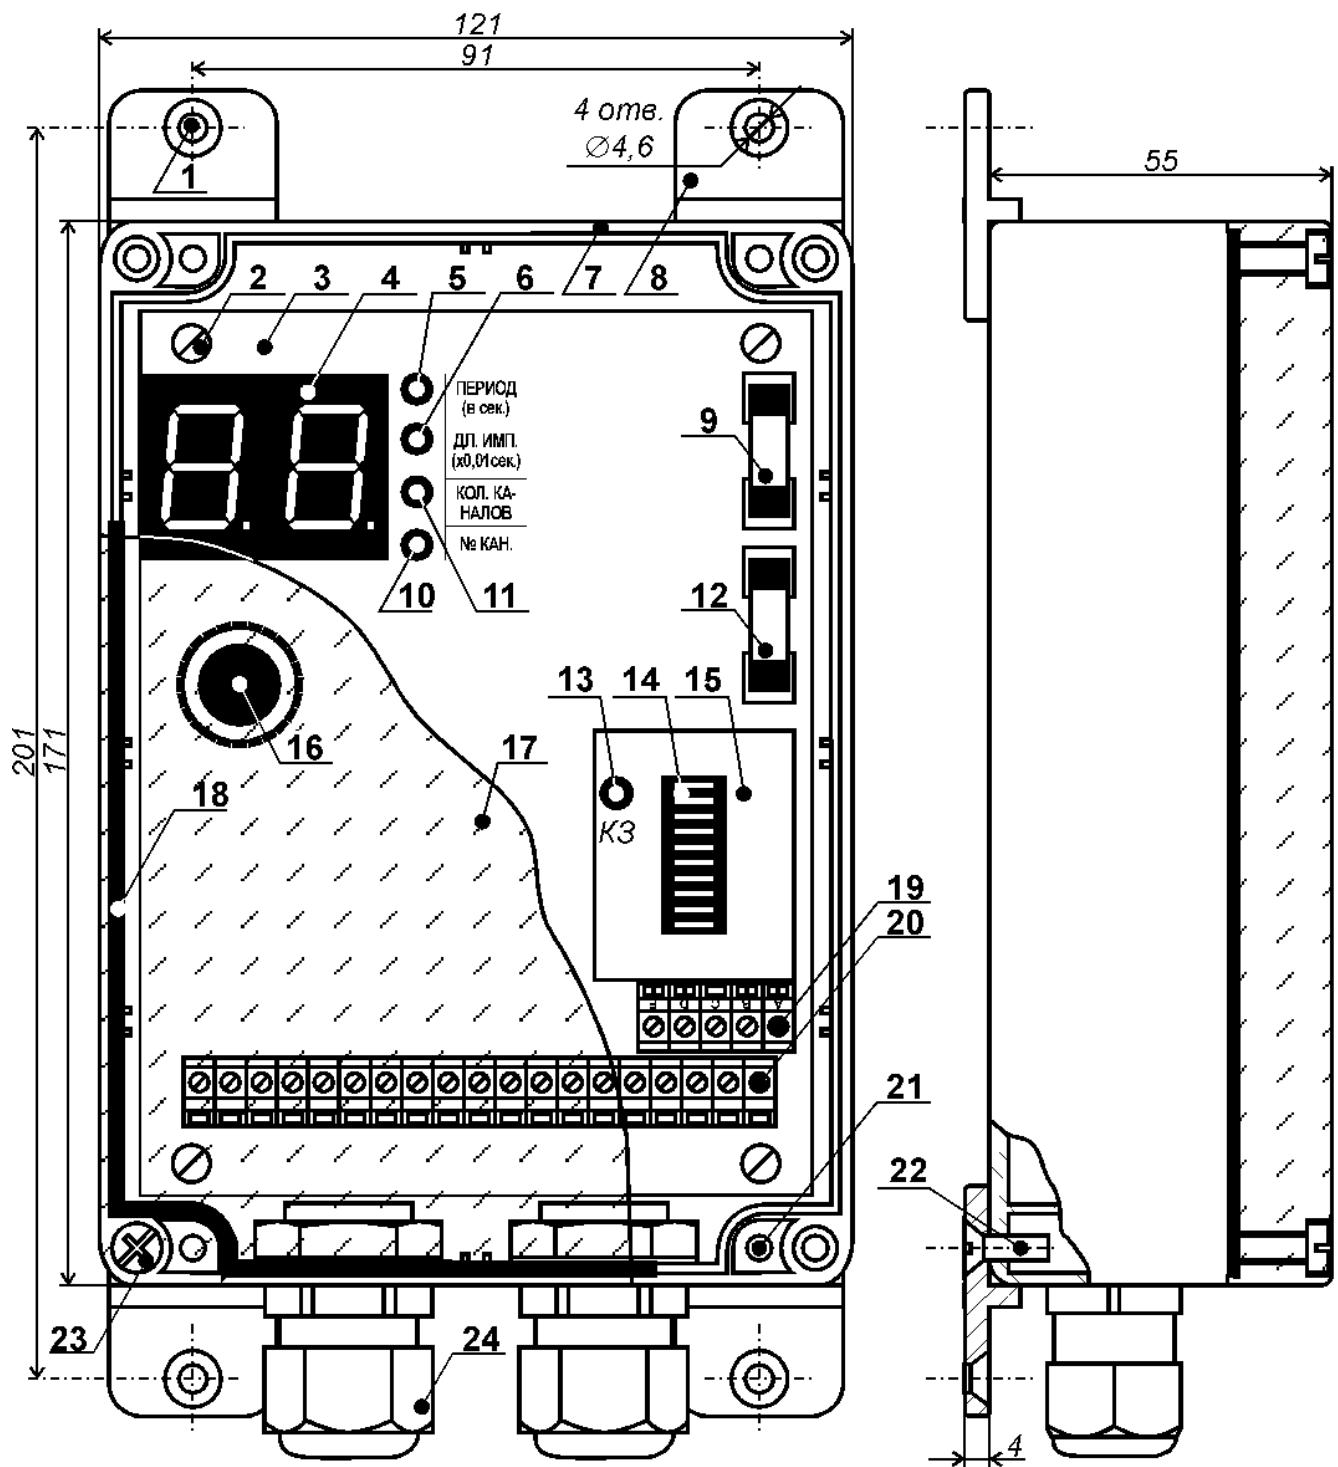

Рис. 1. Конструкция блока А-01.
Конструкция блока показана на рис. 1. Электрическая схема блока собрана на печатной плате [поз. 3], которая саморезами [поз. 2] закреплена в корпусе [поз. 7].
7.1. Перед монтажом блока необходимо установить на него кабельные сальники и крепёжные элементы, входящие в комплект поставки (см. рис. 1). Кабельные сальники вставляются в подготовленные отверстия на нижней стенке блока и изнутри закрепляются пластиковыми гайками, которые должны быть затянуты до упора. Затяжка гаек производится рукой, без применения специального инструмента.
Четыре крепёжные пластины [поз. 8 на рис. 1] устанавливаются снаружи и притягиваются к корпусу блока специальными винтами [поз. 22 на рис. 1]. Винты вворачиваются в отверстия [поз. 21 на рис. 1] на пластиковом дне корпуса с помощью отвёртки. Момент затяжки винтов должен обеспечивать надёжную фиксацию крепёжных пластин и не допускать их разрушения.
7.2. Блок устанавливается на стену (колонну) и должен быть надежно закреплён. Монтаж блока ведется с помощью винтов M4 или саморезов диаметром до 4,5 мм, вставляемых в четыре крепёжные отверстия [поз. 1 на рис. 1].
В процессе работы, когда индикаторы [поз. 5, 6, 11 и 10 на рис. 1] не горят, на цифровом табло [поз. 4 на рис. 1] отображается номер канала (выходной клеммы блока), в который будет выдан очередной импульс управления ЭПК.
8.2. Для того, чтобы изменить параметры управляющих сигналов, следует нажать на энкодер [поз. 16 на рис. 1]. При каждом нажатии последовательно включается один из светодиодов [поз. 5, 6, 11 и 10 на рис. 1], указывая на то, какой из параметров может быть изменён. Текущее значение параметра отображается на цифровом табло [поз. 4 на рис. 1]. Увеличение введённого значения осуществляется поворотом энкодера по часовой стрелке, а уменьшение - против.
8.3. При первом нажатии на энкодер загорается индикатор «ПЕРИОД» [поз. 5 на рис. 1] и на цифровом табло отображается текущий период повторения управляющих импульсов (в секундах). При вращении энкодера значение на табло меняется от 1 до 99 секунд с шагом в 1 секунду.
При следующем нажатии на энкодер загорается индикатор «ДЛ. ИМП.» [поз. 6 на рис. 1] и на цифровом табло отображается текущая продолжительность управляющих импульсов (в сотых долях секунды). При вращении энкодера значение на табло меняется от 3 до 50 с шагом 1, что соответствует длительности импульса от 0,03 до 0,5 секунд с шагом в 0,01 секунды.
При очередном нажатии на энкодер загорается индикатор «КОЛ. КАНАЛОВ» [поз. 11 на рис. 1] и на цифровое табло выводится число управляемых ЭПК (от 1 до 8 с шагом 1). На тех клеммах блока, номера которых больше значения на цифровом табло, импульсы встрихивания рукавов фильтра-цикла формировать не будут.
8.5. Если нажать на энкодер в момент, когда горит индикатор «КОЛ. КАНАЛОВ», то блок переходит в режим, предназначенный для диагностики неисправностей в катушках ЭПК. При этом загорается индикатор «№ КАН.» [поз. 10 на рис. 1] и управляющие импульсы выдаются только на одну выходную клемму. Её номер отображается на цифровом табло. Вращением энкодера можно выбрать любую из выходных клемм блока (от 1 до 8 с шагом 1) и сравнить между собой токи потребления каждого ЭПК. Это позволяет выявить наличие обрывов, межвитковых или коротких замыканий в их катушках. Для выхода из режима диагностики требуется нажать на энкодер, после чего управляющие импульсы вновь будут распределяться по заданному количеству каналов.